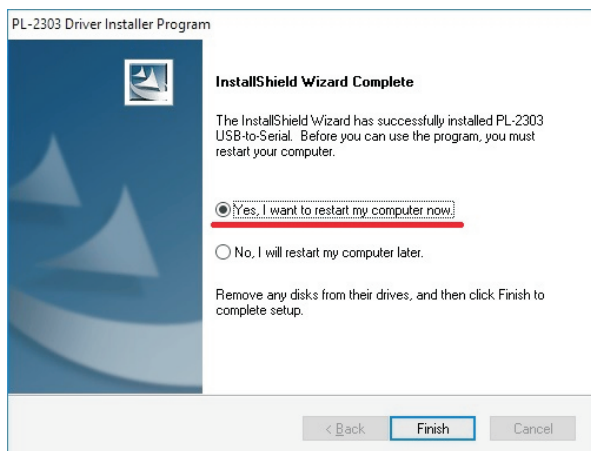

Рисунок 1.2 – Окно установки драйвера
2.1.7.2 Далее необходимо установить драйвер для работы прибора. Запустить установочный файл PL2303_Prolific_DriverInstaller_v1210 (рисунок 1.1). Подождать пока программа установит драйвер, установить галочку напротив пункта «Yes, I want to restart my computer now» и нажать кнопку «Finish», компьютер должен перезагрузиться (рисунок 1.2).